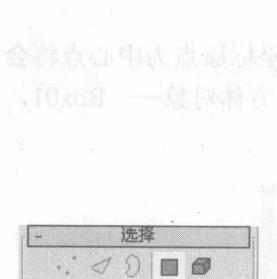

图 2-5 单击“多边形”按钮
**7** 在“选择”卷展栏中单击“多边形”按钮，打开“多边形”子对象编辑模式，如图 2-5 所示。